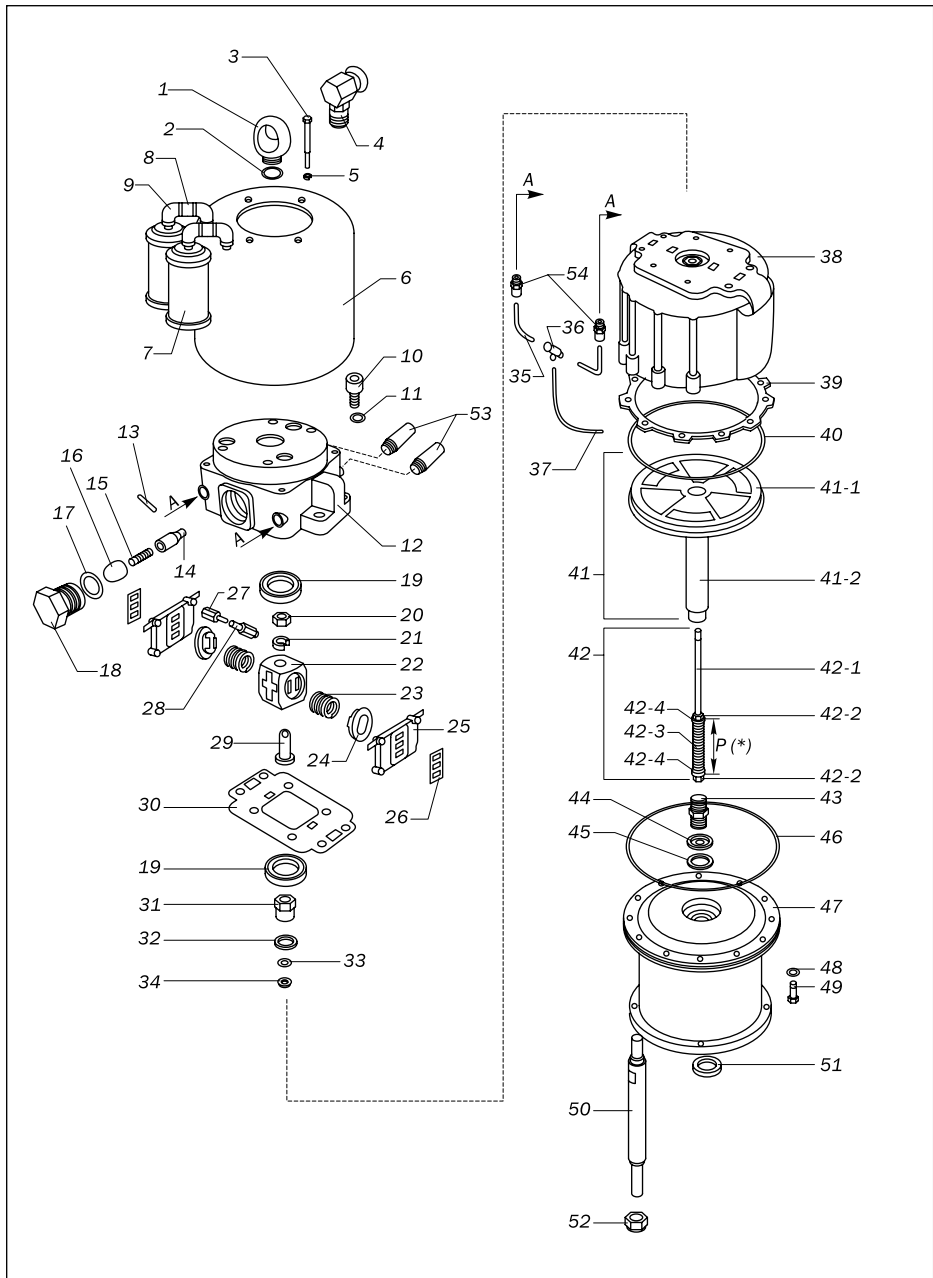

Рис. 9.1.1. Устройство мотора окрасочного аппарата.
См. рис. 9.1.1.
1. Отсоединить от штуцера 4 воздушный рукав (рис. 9.1.1).
4. Отвернуть рым-болт 1, уплотнительное кольцо 2, штуцер 4 и глушители 7—9 (рис. 9.1.1).